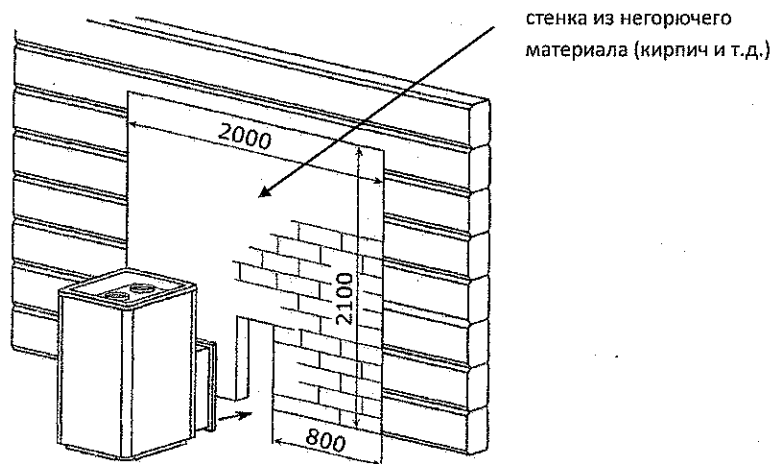

Рисунок 2 – Схема установки печи с выходом топки в смежное помещение
- проделать в стене проем согласно рис.2;